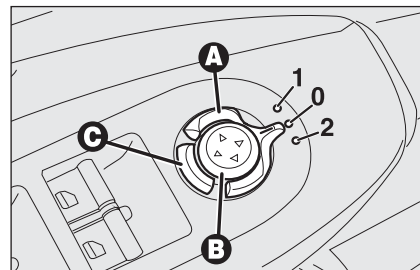

fig. 39
Selezionare, mediante il dispositivo **A-fig. 39**, lo specchio desiderato:
In caso di necessità (per esempio quando l'ingombro dello specchio crea difficoltà in un passaggio stretto) è possibile ripiegare gli specchi premendo il pulsante **C-fig. 39**.
Per riportare gli specchi in posizione di marcia premere nuovamente il pulsante **C-fig. 39**.
- ☐ ruotare il selettore **A-fig. 39** in posizione **2** (selezione specchio lato passeggero);
Procedere come segue: inserire la chiave elettronica nel dispositivo di avviamento; inserire la retromarcia; ruotare il selettore **A-fig. 39** in posizione **2** (selezione specchio lato passeggero).
Lo specchio tornerà automaticamente nella posizione iniziale dopo circa 10 secondi dal disinnesto della retromarcia, immediatamente dopo il superamento dei 10 km/h con marcia avanti oppure ruotando il selettore **A-fig. 39** in posizione **0**.